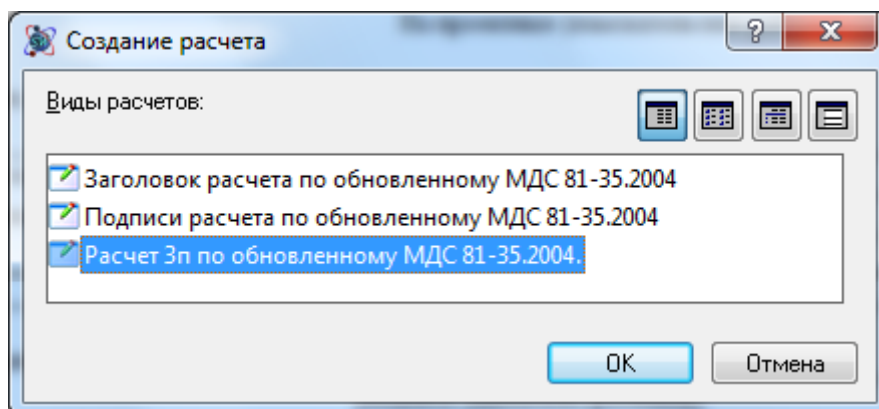

Рис. 8.16 Диалоговое окно Создание расчета
3. В открывшемся диалоговом окне *Создание расчета* (рис. 8.16) выбрать Расчет 3п и нажать на кнопку ОК.